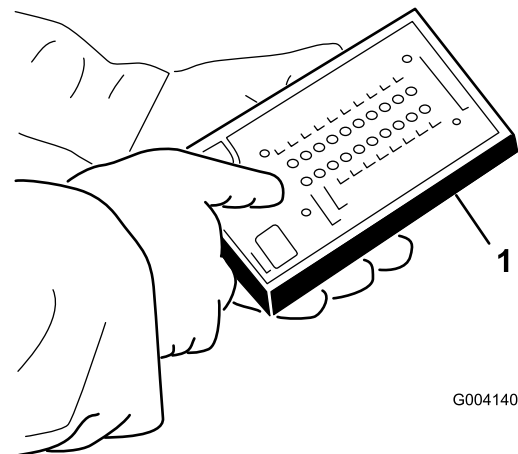

Figure 37
5. Branchez le connecteur de l'outil de diagnostic ACE au connecteur du faisceau de câblage (Figure 37).